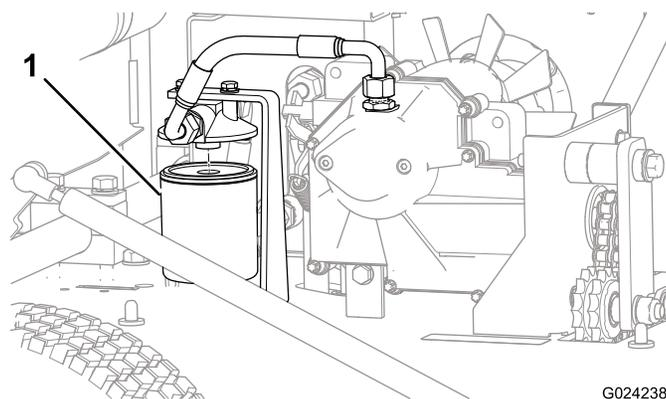

Bild 35
5. Stellen Sie eine Auffangwanne unter den Filter und entfernen den Filter (Bild 35).